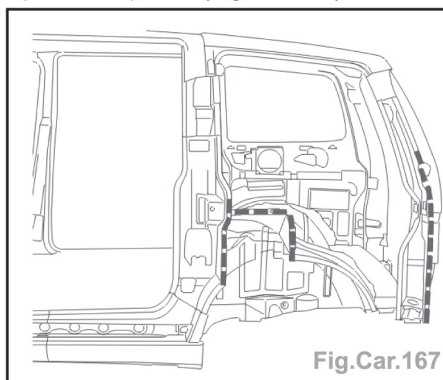

Fig.Car.167
- Appliquer un mastic d'étanchéité et de soudage et poser le côté d'habitacle partie AR partiel (Fig.Car.167).